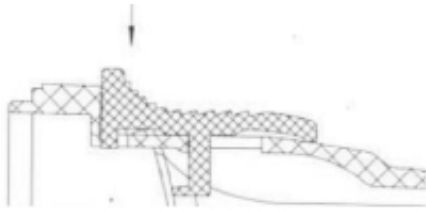

IMAGEN 10
12.4. Presione la parte delantera del gatillo y bloquee el mismo. (IMAGEN 10)